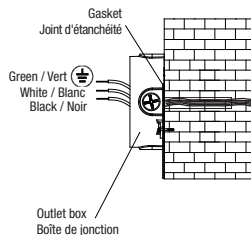

Fig. 18
7. Install the outlet box on the surface. Tighten the nuts of the expansion screws (Fig. 18).
7. Installer la boîte de jonction sur la surface. Serrez les écrous des vis d'expansion (Fig. 18).